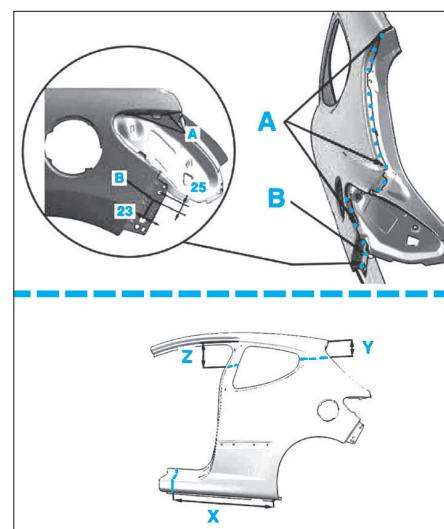

FIG. 39
- Découper l'aile AR neuve, comme illustré (Fig.39).